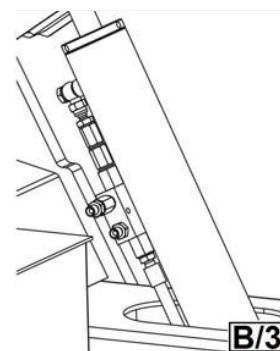

Рисунок 3
3) Обратный клапан с двойным уплотнением предохраняет рычаг патрона от падения при случайном разрыве гидравлического контура (рис. 3).